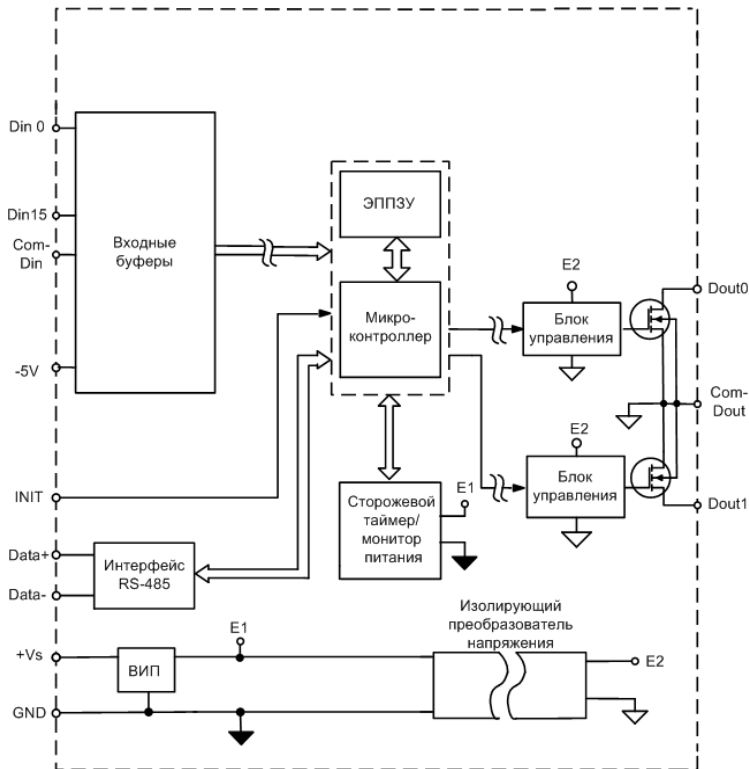
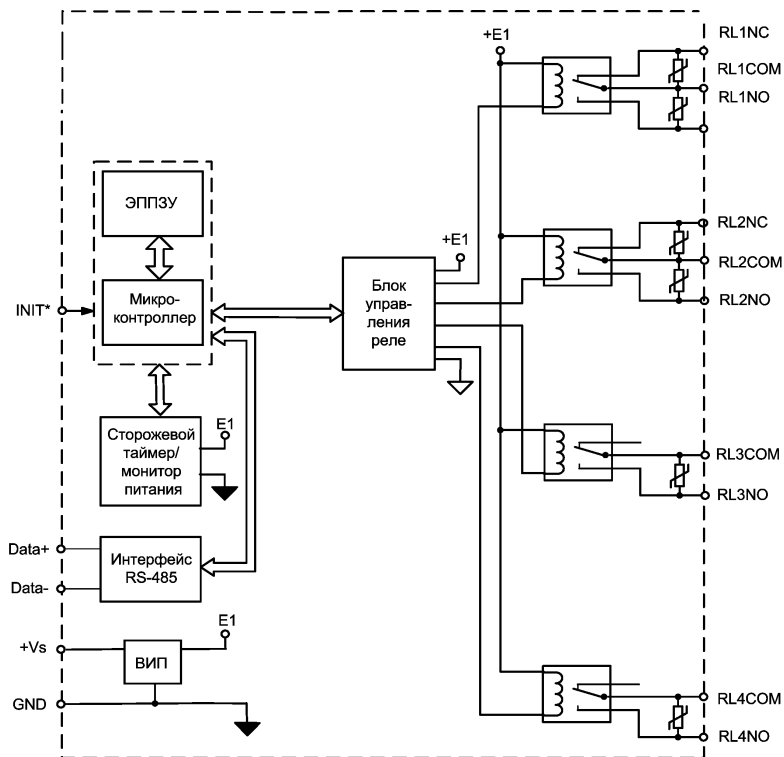

Рис. 4.1. Структурная схема модуля NL-16DI-24V, взрывозащищённого исполнения. Структуру входных каскадов см. на рис. 4.2 - рис. 4.3
Рис. 4.5. Структурная схема модуля NL-8R-24V.
- имеют групповую изоляцию входов и отдельную групповую изоляцию выходов с тестовым напряжением изоляции 2500 В. Входы имеют гальваническую изоляцию от части модуля, соединенной с источником питания и портом RS-485 (см. рис. 4.1 - рис. 4.5);
Дискретные сигналы со входов модулей через изолирующий повторитель с магнитной связью поступают в микроконтроллер. Изолированная часть модуля, содержащая блоки логического вывода, питается через развязывающий преобразователь постоянного напряжения, чем обеспечивается полная гальваническая изоляция входов и выходов от блока питания и интерфейсной части (рис. 4.1 - рис. 4.5).